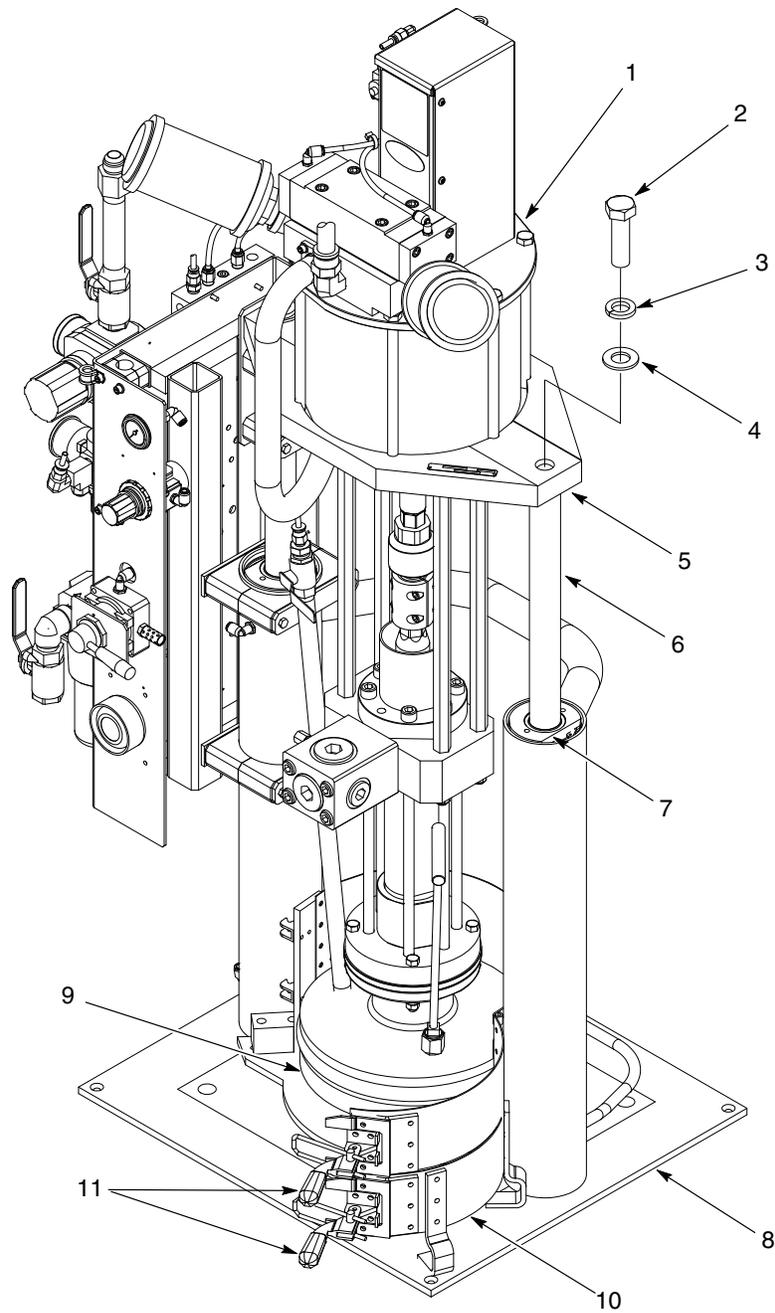

Figura 4 Smontaggio del gruppo pompa
1. Dispositivo di fissaggio in basso del secchio opzionale: Sbloccare i blocchi (11) e aprire il guscio di bloccaggio (10).
2. Vedi figura 4. Abbassare la piastra di pressione (9) sulla base del telaio per secchio (8).
4. Togliere qualsiasi dispositivo o braccio installati sugli alberi dei cilindri (6) o sulle teste dei cilindri (7).
1. Vedi figura 4. Montare il gruppo pompa (1) sul telaio piccolo (8).
2. Applicare Loctite 242 sui filetti delle viti (2). Fissare il tubo di collegamento (5) agli alberi dei cilindri (6) usando le viti, le rondelle elastiche di sicurezza (3) e le rondelle piatte (4). Serrare le viti a 190-195 ft-lb (258-264 N•m).
3. Dispositivo di fissaggio in basso del secchio opzionale: Chiudere il guscio di bloccaggio (10) e bloccare i blocchi (11).
4. Montare qualsiasi dispositivo o braccio rimossi dagli alberi dei cilindri (6) o dalle teste dei cilindri (7).